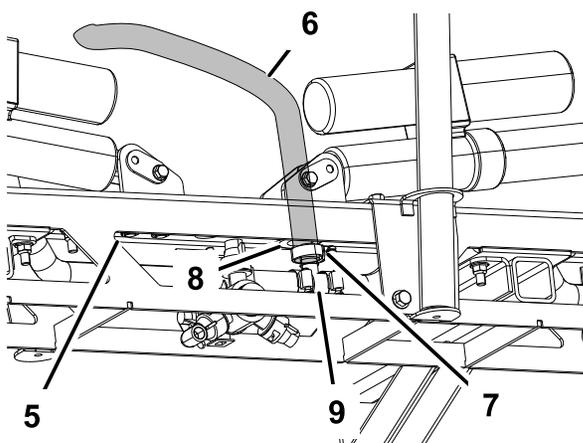

図 29
- 左右のエクステンション・ブームのホース継手に石鹼水を塗る(図 29)。石鹼水を塗った継手にブーム・エクステンションを差し込み、クランプで固定する。